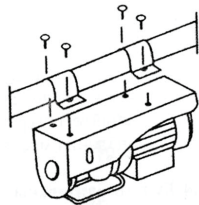

рис. 2
6.2 Электротельфер комплектуется двумя скобами для крепления на трубе (см. рис. 2).